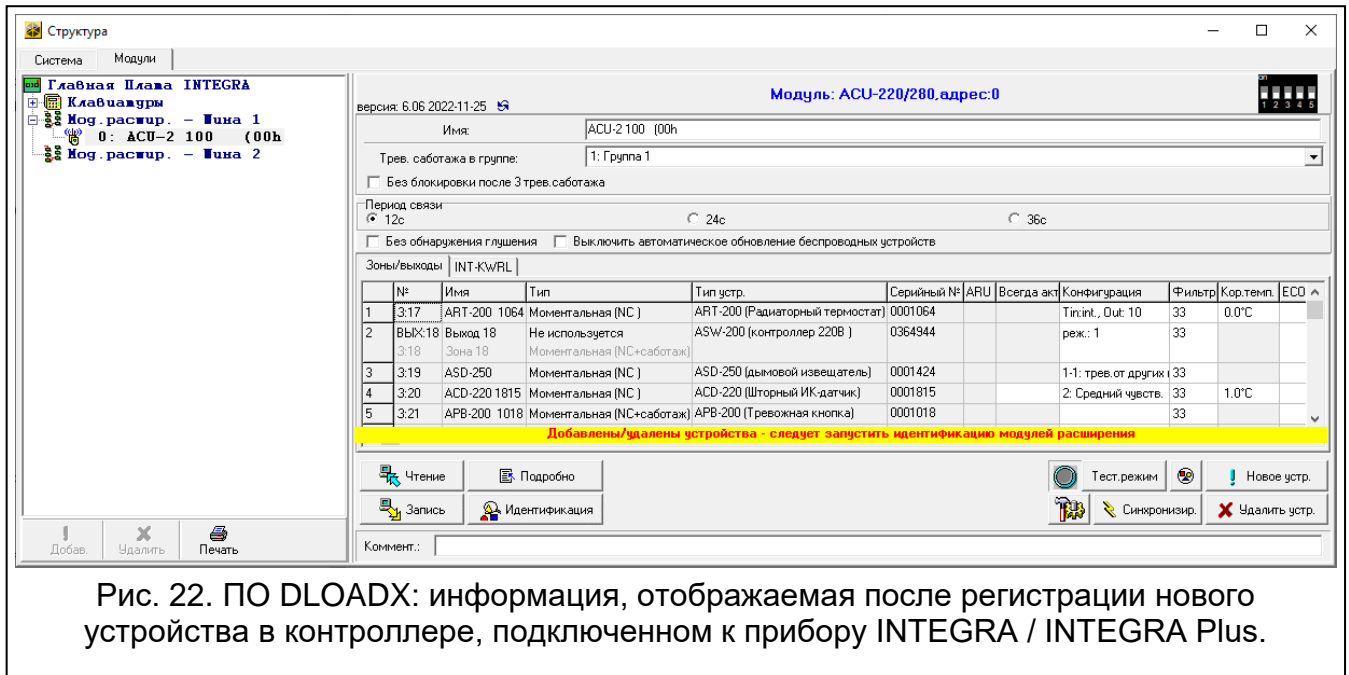

Рис. 22. ПО DLOADX: информация, отображаемая после регистрации нового устройства в контроллере, подключенном к прибору INTEGRA / INTEGRA Plus.
10. Щелкните по кнопке «Идентификация» (см. рис. 22). Только после завершения идентификации модулей расширения в системе охранной сигнализации будут доступны новые беспроводные зоны / выходы.